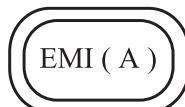
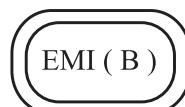

图 B-3: MOC A 级管制标记
图 B-4: MOC B 级管制标记
要确定计算机系统（或其它 Dell 数字设备）的分类（A 级或 B 级），请检查计算机（或其它 Dell 数字设备）上的韩国通信部 (MOC) 注册标签。MOC 标签的位置可能不同于本产品的其它管制标记。MOC 标签中间的英文 “EMI (A)” 表示 A 级产品，“EMI (B)” 表示 B 级产品（参见图 B-3 和图 B-4）。